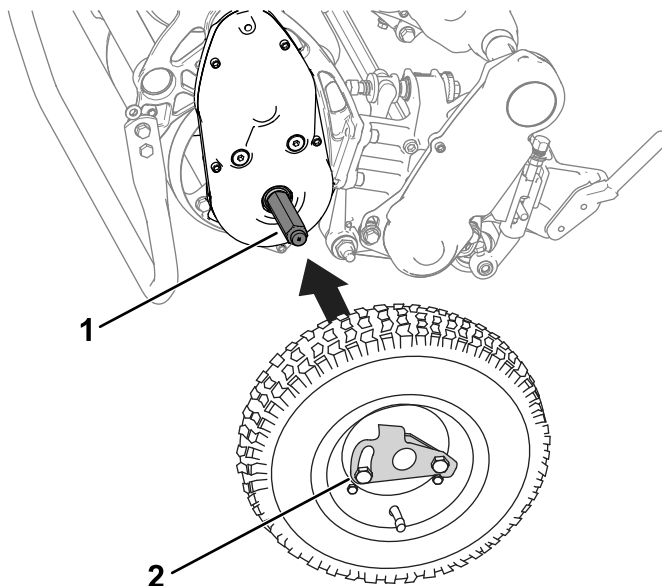

Bild 30
2. Ziehen Sie das Rad auf die Achse auf (Bild 30).
3. Drehen Sie den Radbefestigungsclip (Bild 30) von der Mitte des Rads weg, damit er weiter auf die Achse gleiten kann.